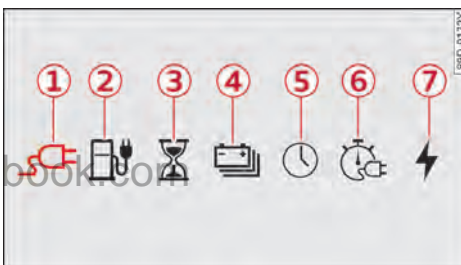

图 100 充电信息小图标
组合仪表中亮起⇒ 88 页, 图 100①
- ⇒ 88 页, 图 100②: 当前车辆可用里程
- ⇒ 88 页, 图 100③: 剩余充电时间
- ⇒ 88 页, 图 100④: 当前蓄电池电量
- ⇒ 88 页, 图 100⑤: 完成充电时的日期和时间
- ⇒ 88 页, 图 100⑥: 充电速度 (每小时增加的里程数)
- ⇒ 88 页, 图 100⑦: 充电功率 (根据所选的电源会有不同)